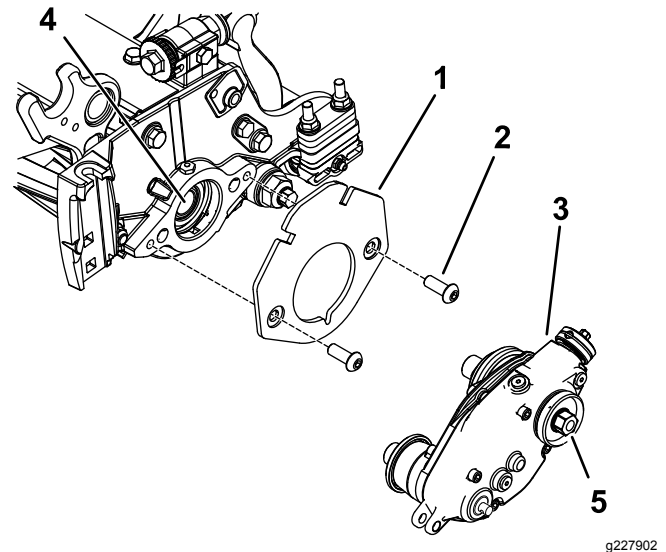

Рисунок 7
2. Прикрепите кронштейн груза к барабану при помощи 2 болтов со сферическими головками с внутренними шестигранниками ($\frac{3}{8} \times \frac{3}{4}$ дюйма), как показано на Рисунок 7.
3. Нанесите резьбовой герметик средней степени фиксации (такой как синий Loctite® 243) на резьбу внутреннего вала барабана (Рисунок 7).
4. Присоедините блок привода механической щетки к валу барабана (Рисунок 7) при помощи шестигранной головки на блоке привода механической щетки.